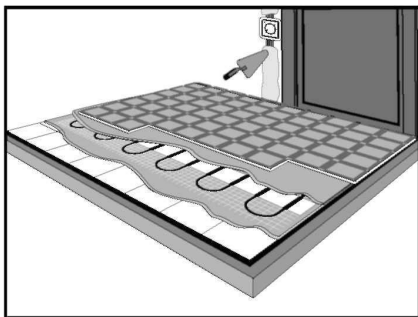

Рис. 6
18) Заделайте раствором канавку на стене, в которой подведены к терморегулятору провода питания и заземляющего контура, установочные провода нагревательного мата, соединительные провода датчика температуры в гофрированной трубке (рис. 6).